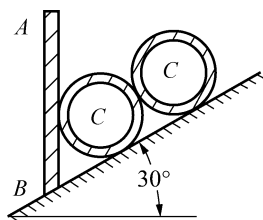

图 23
8. 如图 23 所示, 相同的两根圆管, 每根重 4kN , 用一铅垂挡板挡住, 求挡板所受的压力。若改为垂直于斜面的挡板, 此时压力变为多少?